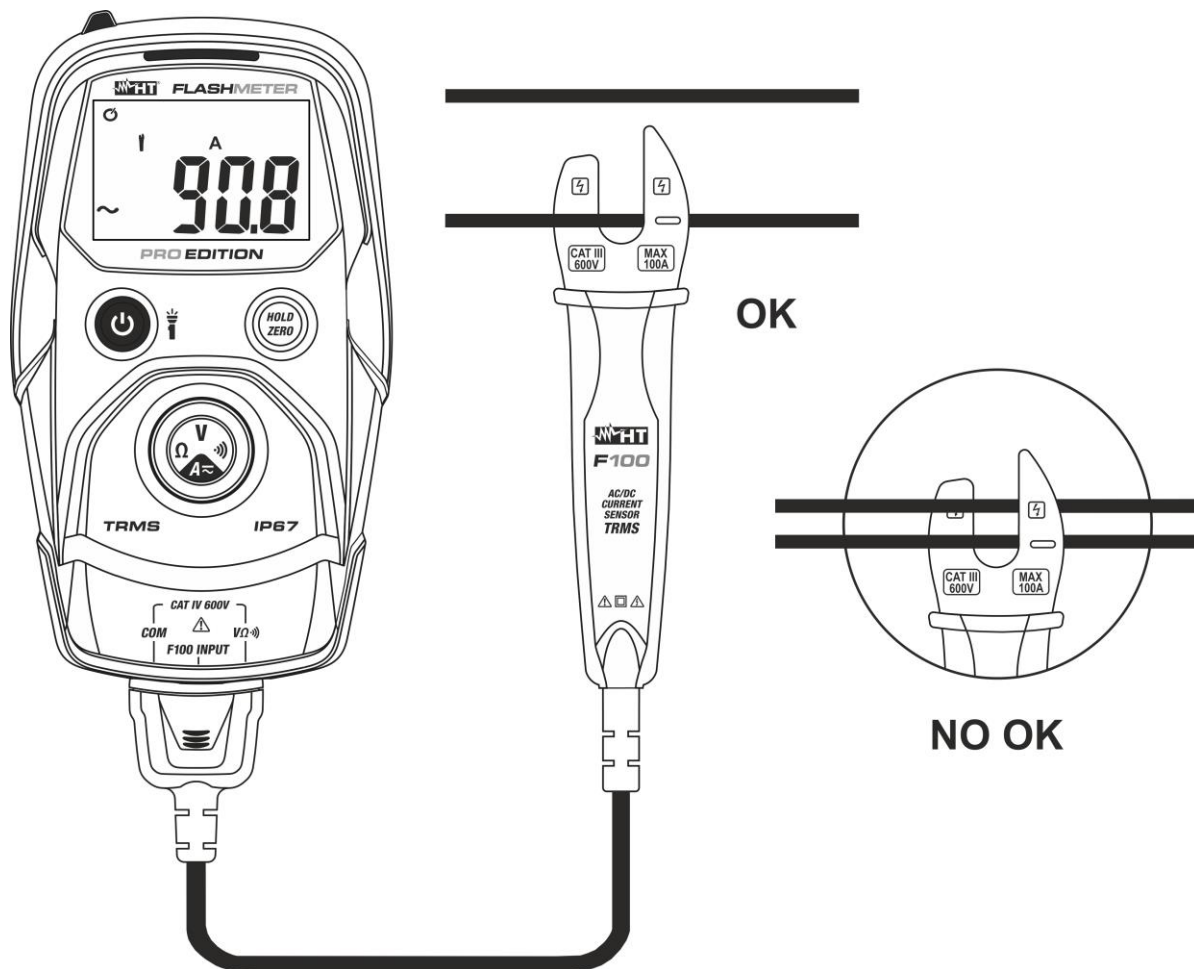

Fig. 7: Uso del instrumento para la medida de Corriente CA/CC
4. Conectar la pinza F100 al conductor en prueba (ver Fig. 7) prestando atención al símbolo de flecha " $\rightarrow$ " dentro del toroide para indicar el sentido positivo de la corriente y posicionarlo en el centro del mismo para obtener una medida precisa. El valor de la corriente se muestra en la pantalla
5. La visualización del símbolo "-" sobre el visualizador del instrumento indica que la tensión tiene sentido opuesto respecto a la conexión de la Fig. 7